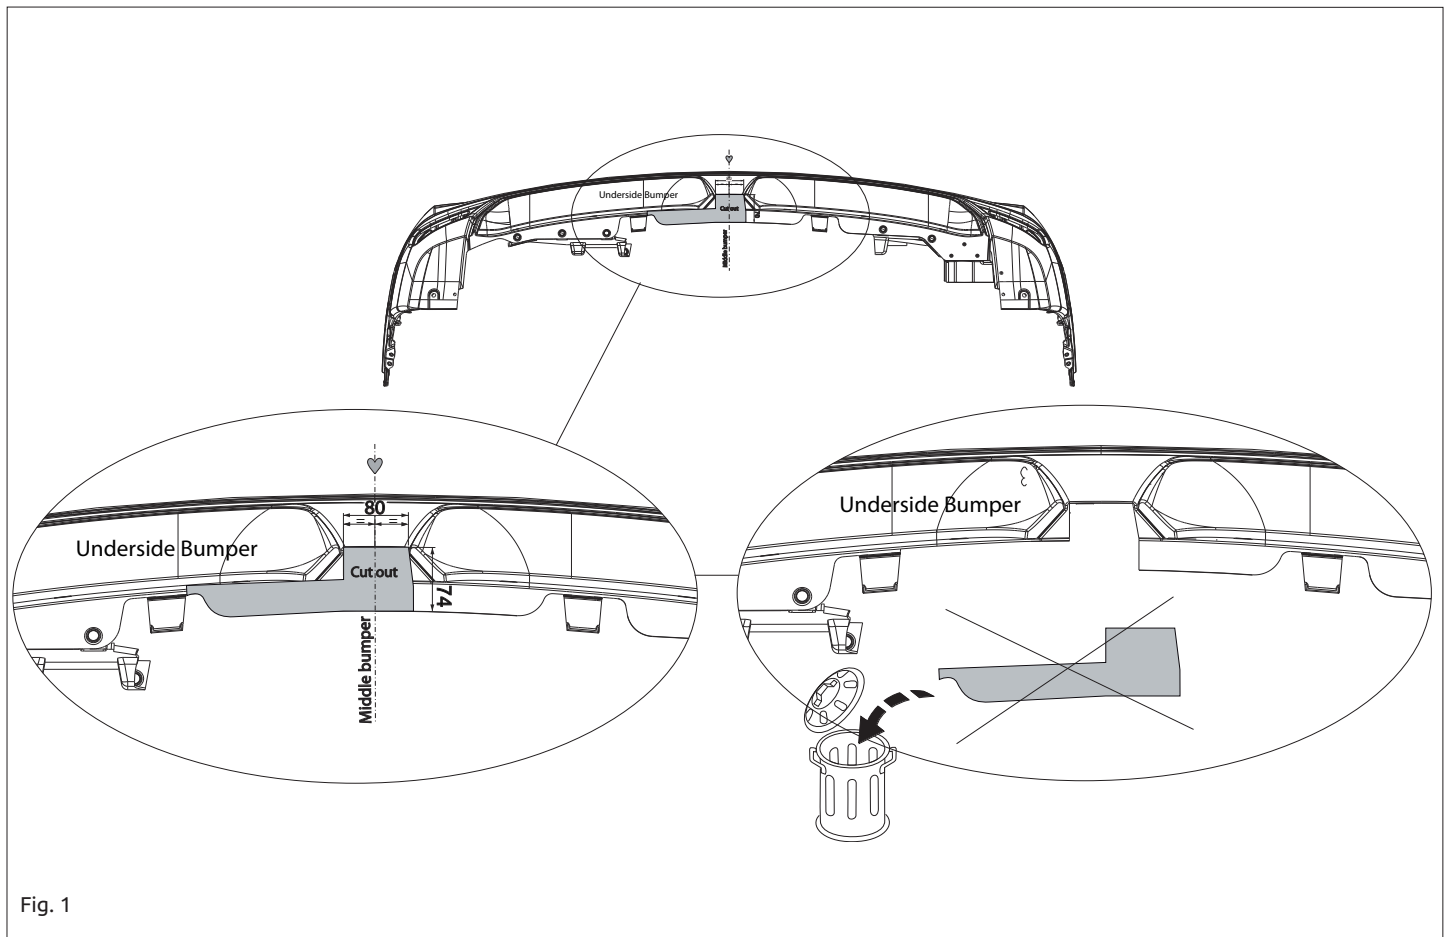

Fig. 1
1. Saw out the indicated section in accordance with figure 1.
1. Gemäß Abb.1 das angegebene Teil herausschneiden.
1. Scier la partie indiquée conformément à la figure 1.